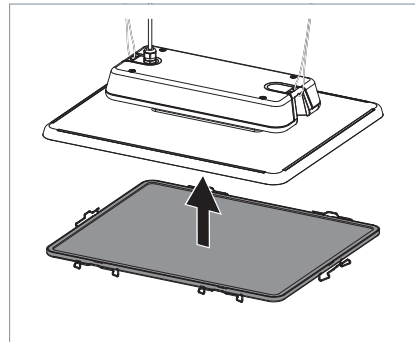

Fig. 13: Positionner la vitre de protection.
- Posez la vitre de protection sur le luminaire depuis le bas, voir Fig. 13.